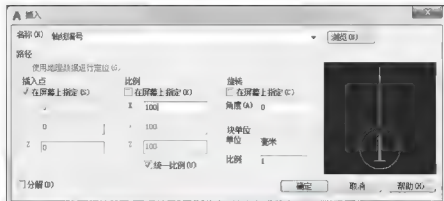

图 3.110 设置【插入】对话框
(1) 执行【插入块】命令(快捷键 I),弹出【插入】对话框。如图 3.110 所示设置对话框,单击【确定】按钮,关闭对话框。